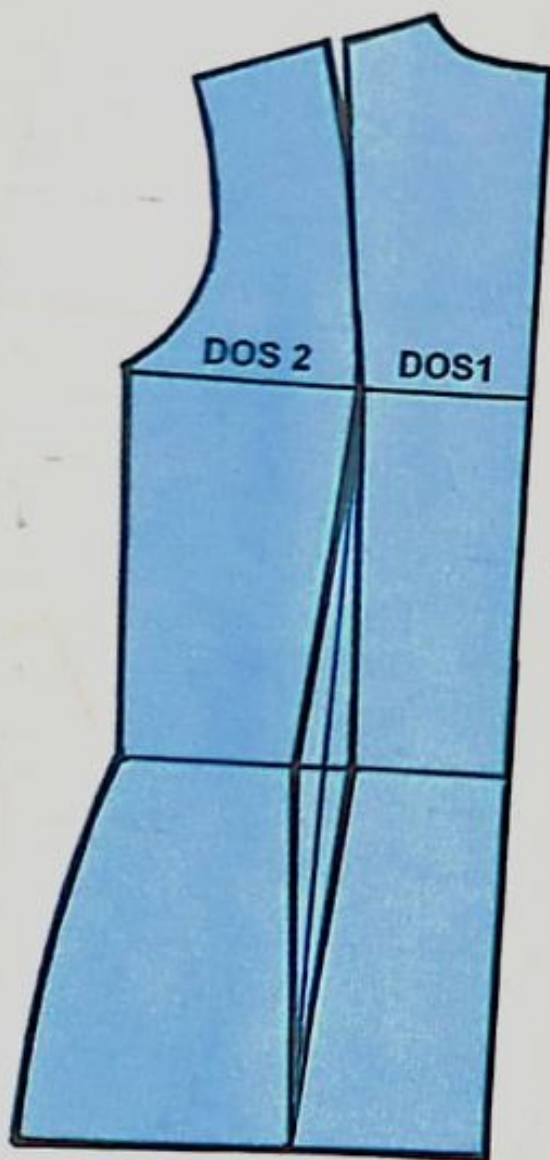

FIG. 4
- 2) Tracez la découpe à partir de la pince d'omoplate jusqu'à la pointe de la pince dos (fig.4).